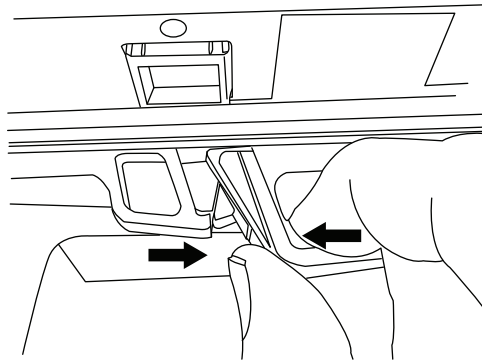
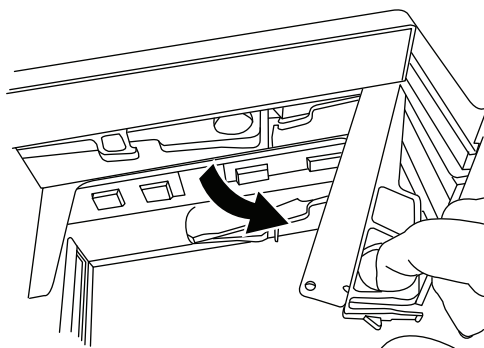

图 10. 松开 IOM
图 11. 卸下 IOM
5. 如图 10 和第 50 页的图 11 中所示，挤压凸轮手柄上的滑锁直至其松开，完全打开凸轮手柄以从中面板上松开 IOM。然后，使用双手将 IOM 从存储扩展单元中拉出。